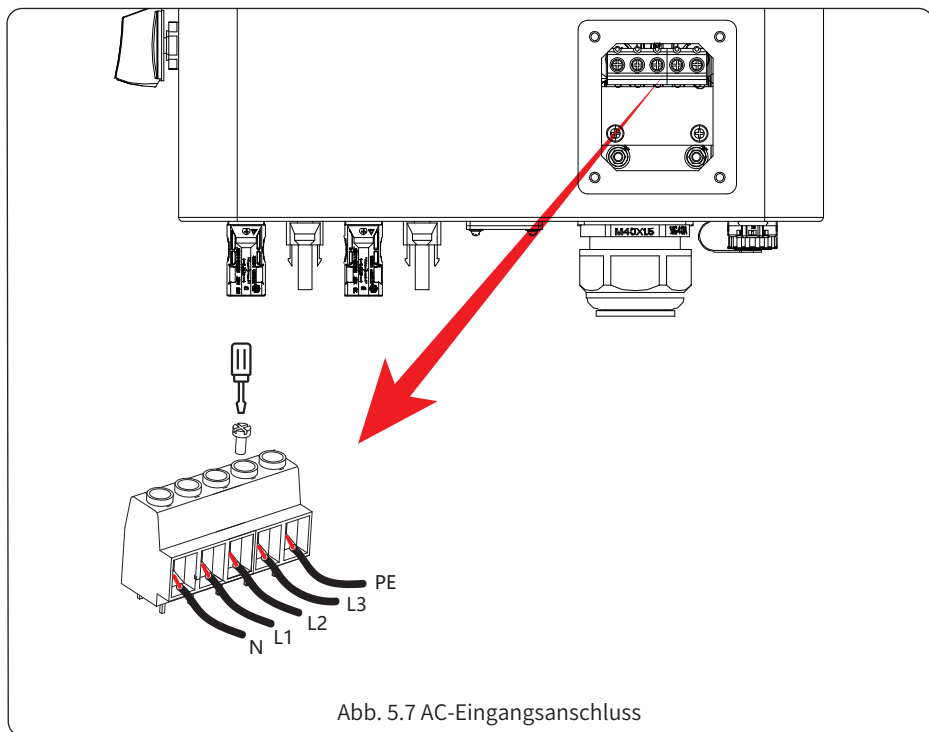

Abb. 5.7 AC-Eingangsanschluss
3. Führen Sie dann die AC-Ausgangsdrähte entsprechend der auf der Klemmenleiste angegebenen Polarität ein und ziehen Sie die Schrauben fest. Achten Sie darauf, den entsprechenden N/L1/L2/L3- und PE-Draht ebenfalls an die entsprechende Klemme anzuschließen (wie in Abbildung 5.7 gezeigt).